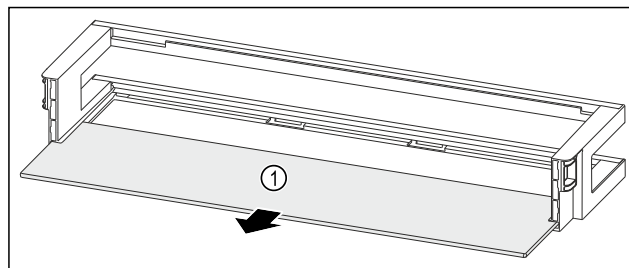

Fig. 179 Дверная полка со съемной полкой
- ▶ Извлеките съемную полку Fig. 179 (1).